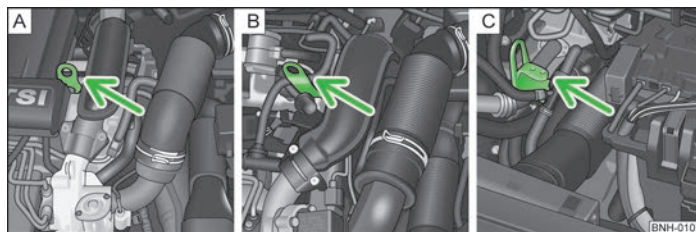

Fig. 118 Ayuda de arranque - sistema START-STOP (ARRANQUE-PARADA)
- Motores 1,2 l/63 kW TSI y 1,2 l/77 kW TSI » fig. 118 - **A**
- Motor 1,4 l/90 kW » fig. 118 - **B**
- Motor 1,6 l/77 kW TDI CR » fig. 118 - **C**